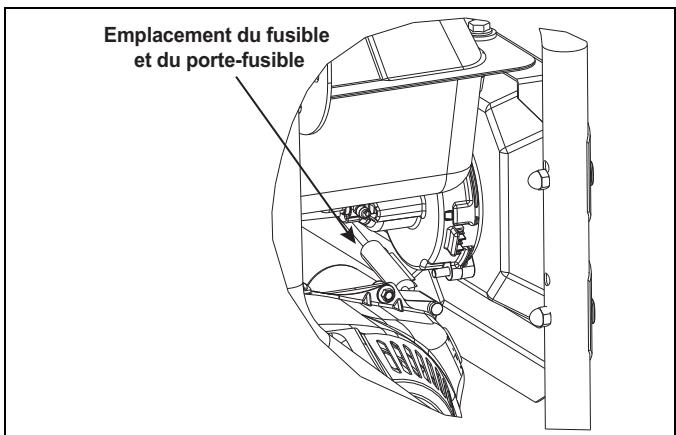

Figure 4-8. Emplacement du fusible de batterie
- Le fusible du chargeur de batterie est situé derrière le tableau de commande, comme illustré à la figure 4-8.